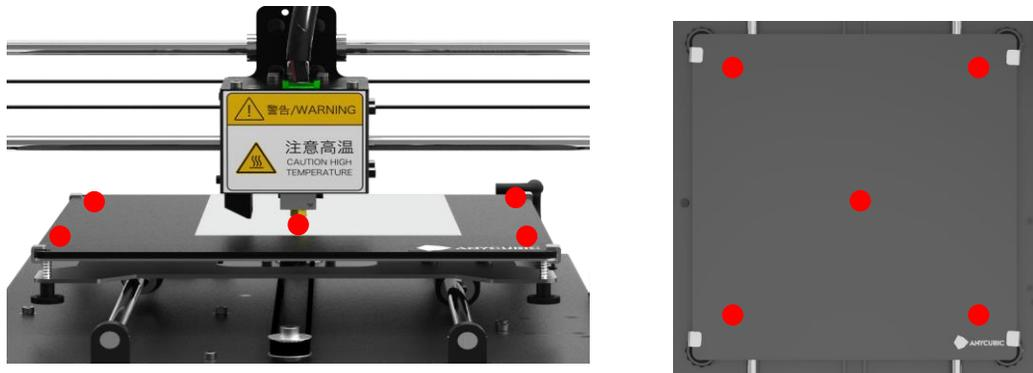

Imagen 11
Paso 5. Repita el paso 4 para nivelar las otras tres esquinas y el centro de la base, como se muestra en la imagen 11.